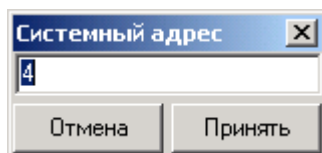

Рис. 20. Окно ввода системного адреса
3. в окне (рис. 20) ввести требуемый системный адрес и нажать кнопку **Принять**.